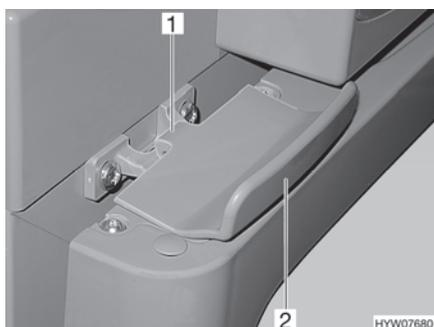

Fig. 107 Bloccaggio della porta del frigorifero, chiuso (Thetford)
- Aprire la porta del frigorifero tirando la maniglia (Fig. 107,2). Il bloccaggio (Fig. 107,1) si sblocca automaticamente.